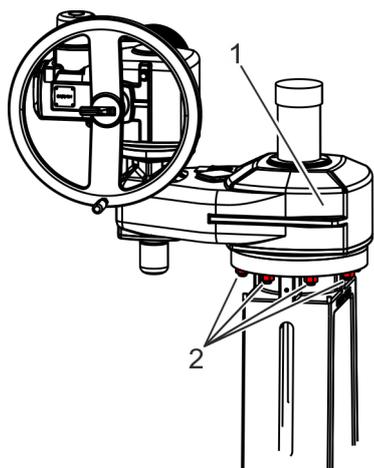

Fig. 28: Fixation de l'entraînement électrique
10. ➔ Fixer l'entraînement électrique (Fig. 28/1) sur le chapeau en étrier au moyen de vis (Fig. 28/2) et de rondelles.
Visser à fond les vis (Fig. 28/2) selon les indications du fabricant.